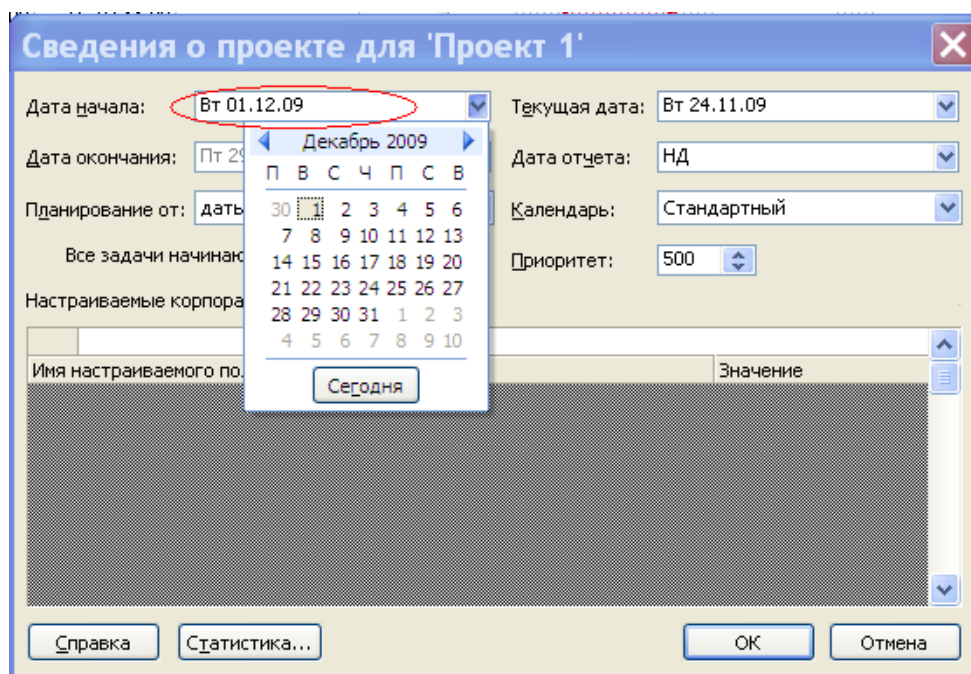

Рисунок 5.1 – Установка даты начала проекта
3. Установить дату начала проекта: меню Проект ⇒ Сведения о проекте. В открывшемся окне (см. рис.5.1) в поле Дата начала открыть календарь и задать дату начала проекта (реальную дату, не раньше того дня, когда вы будете выполнять это задание).